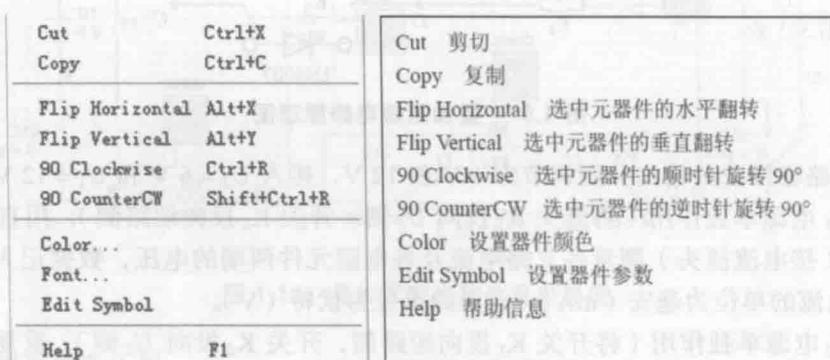

图 1.7 元器件操作
- ② 选中元器件：在打开的元器件库中，用鼠标点击元器件，可选中该元器件。
- ③ 元器件操作：在原理图编辑窗中，选中元器件，单击鼠标右键，在菜单中出现如图1.7所示的操作命令。